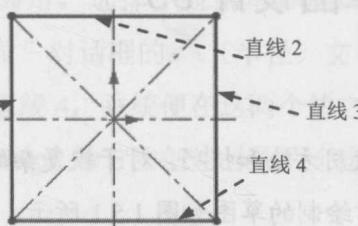
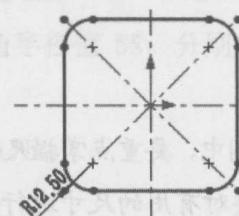

图 1.4.3 绘制的矩形
图 1.4.4 绘制的圆角
(2) 绘制矩形。选择下拉菜单 **工具(T)** → **草图绘制实体(E)** → **中心矩形(F)** 命令，在图形区中绘制图 1.4.3 所示的直线。
(3) 绘制圆角。选择下拉菜单 **工具(T)** → **草图工具(I)** → **圆角(R)...** 命令，在“绘制圆角”对话框的 **半径** 文本框中输入圆角半径值 12.5。分别选取图 1.4.3 所示的直线 1 与直线 2，系统便在这两个边之间创建圆角，同理添加其他圆角，完成后如图 1.4.4 所示。